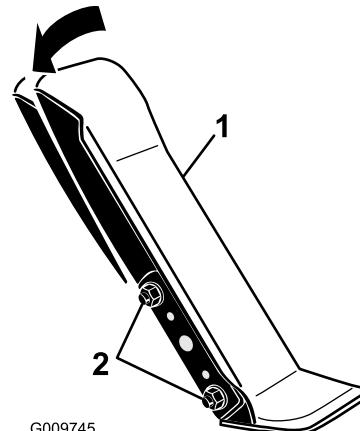

Figura 93
1. Desaperte as 2 porcas e parafusos que fixam o lado esquerdo do pedal de tração ao suporte (Figura 93).
2. Rodar o pedal para o ângulo de funcionamento pretendido e apertar as porcas (Figura 93).